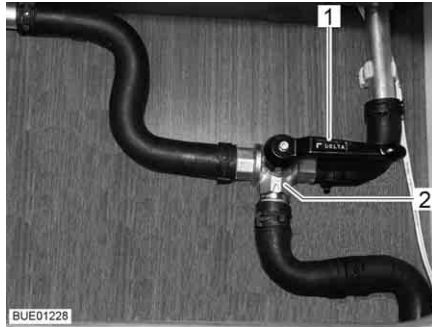

Bild 138 3-vägsventil
- Ställ spaken (Bild 138,1) till 3-vägsventilen (Bild 138,2) parallellt med den raka genomflödesriktningen (Bild 138).
- Ställ spaken (Bild 138,1) till 3-vägsventilen (Bild 138,2) tvärs mot den raka genomflödesriktningen.